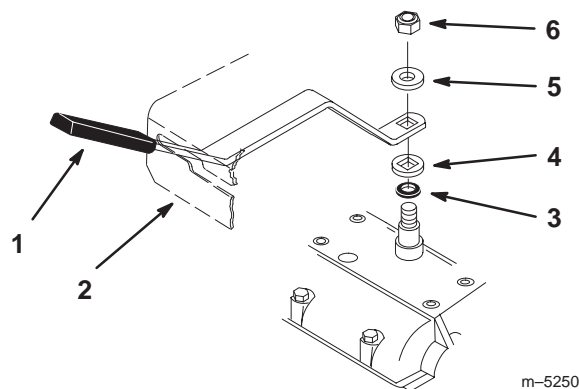

Figure 4
2. Passez le levier de vitesses dans le panneau de commande et positionnez le trou de montage du levier en face du carré sur l'arbre de transmission. Fixez le levier à la transmission avec la rondelle élastique et le contre-écrou enlevés précédemment (Fig. 4).
3. Remettez la rondelle élastique, côté bombé vers le bas, et le contre-écrou (Fig. 4).